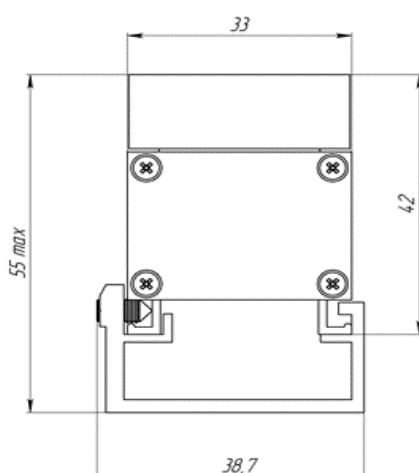

Рис. 1
2.3 Габаритные, установочные размеры и крепежные элементы представлены на рис.1
- 3.2. Установить кронштейн из комплекта светильника на монтажную поверхность. Светильник установить на кронштейн и закрепить монтажными болтами (крепежные болты в комплект не входят). Усилие закручивания болта не менее 4 Н*м. Габаритные и установочные размеры указаны на рис. 1.